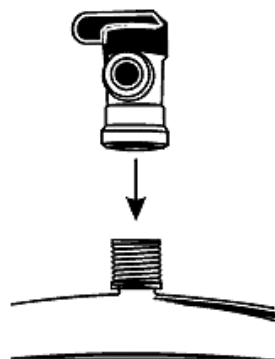

Рис. 13
2. Подсоедините шаровой кран бака к вершине накопительного бака (см. **рис. 13**). Во избежание повреждений крана не прилагайте больших усилий при его установке. Используйте гаечный или разводной ключ.
Устанавливать его необходимо на вертикальной части трубы до первого изгиба сифона (**рис. 13**). Участок трубы, в который выходит дренажная трубка, не должен быть заполнен водой.